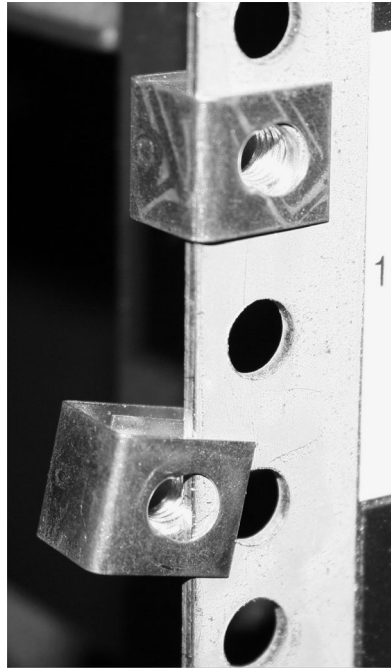

Figura 6. Posicionando as Presilhas
2. Posicione os quatro cliques “C” na barra de montagem do rack, conforme mostrado na Figura 6 na página 15.